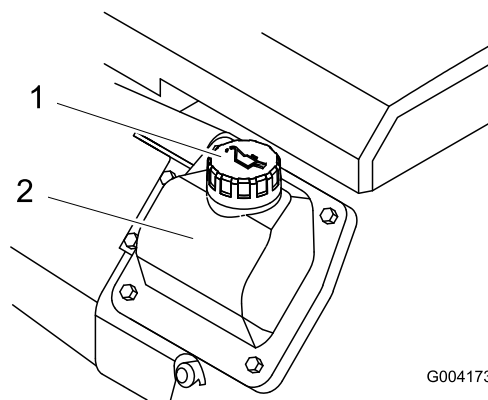

Figure 14
8. Si le niveau est bas, nettoyez la surface autour du bouchon de remplissage et enlevez le bouchon (Figure 14).